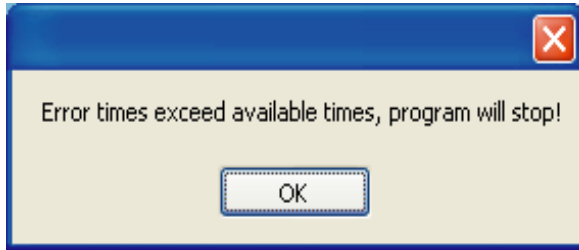

Рис. 4-5
7) Если количество вводов неверных паролей превысит 6 раз, доступ к программе будет закрыт. На экране открывается окно с предупреждением об ошибке и оповещением о закрытии доступа к программе после нажатия на кнопку ОК (см. Рис. 4-5).